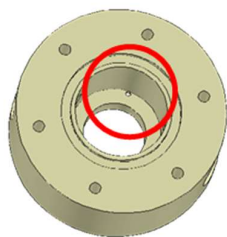
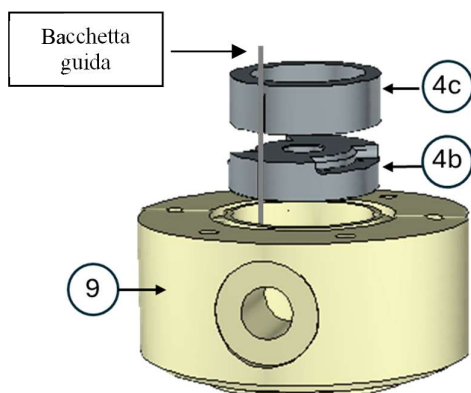

Figura 8
Figura 10
- 1- Identificare, nel corpo pompa, il foro mostrato in Figura 8
- 2- Inserire nel foro identificato in Figura 8, sul fondo del corpo pompa, una bacchetta metallica che faccia da guida per l'inserimento delle bocche in grafite(4b)(4c) (Figura 10).